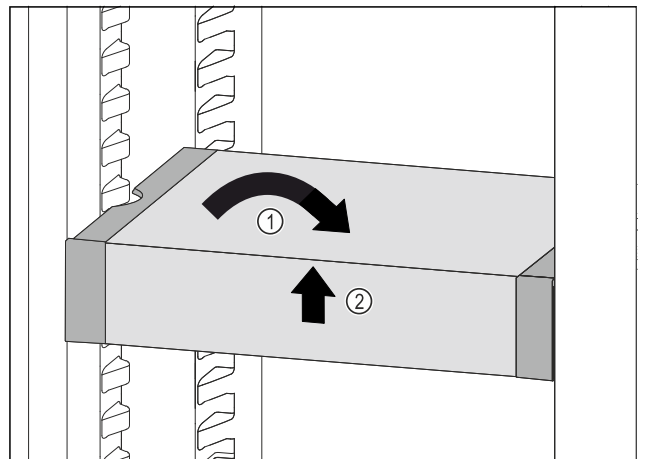

Fig. 123
- ▶ VarioSafe postavte rovno. Fig. 123 (1)
- ▶ VarioSafe nadvihnite vpredu. Fig. 123 (2)